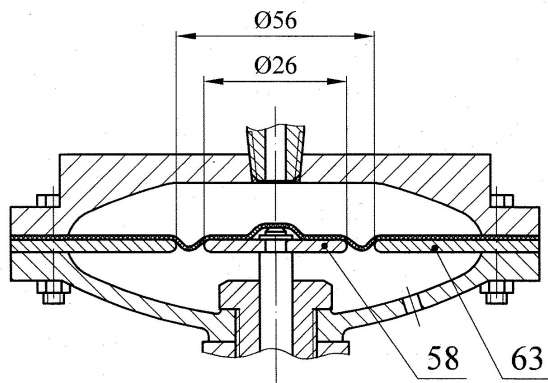

Рисунок 5
9.1.4 Механизм настройки ПЗК 3 (рисунок 5) состоит из корпусов 53 и 54, верхней крышки 55 и нижней 56. Крышки 55 и 56 с мембраной 57, тарелкой 58, штоком 59, роликом 60, регулировочными пружинами 61 и 62 образуют регулировочное устройство механизма настройки ПЗК. В зависимости от исполнения регулятора по величине выходного давления в механизме настройки ПЗК могут быть установлены тарелка 58 и кольцо 63 разных диаметров.
Наладка механизма настройки ПЗК (рисунок 5):